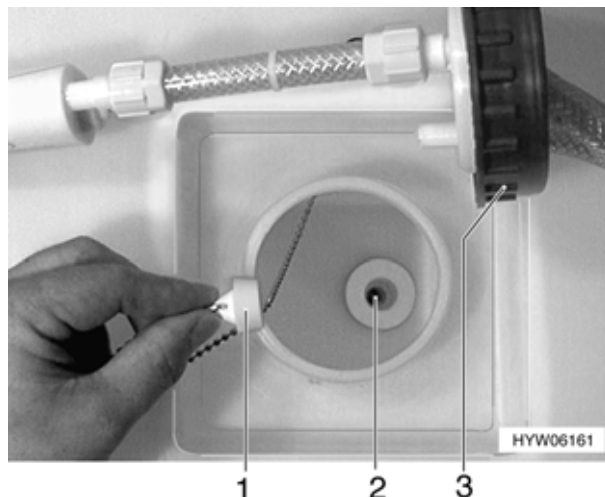

Fig. 172 Serbatoio dell'acqua, tappo di chiusura (variante 1)
**Variante 1 (Fig. 172):**
- Chiudere l'apertura di scarico (Fig. 172,2) nel serbatoio dell'acqua con il tappo di chiusura in dotazione (Fig. 172,1).
### **Variante 1 (Fig. 172):**
- Estrarre il tappo di chiusura (Fig. 172,1).